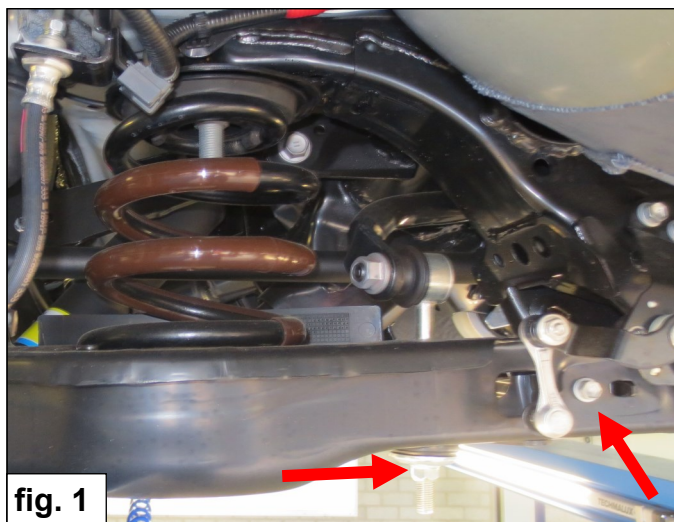

fig. 1
2. Demontieren Sie die Befestigung der Stabilisator Stange zu den Tragarm und wenn vorhanden, die Halterung des Sensors auf der linken Tragarm. Siehe Abb. 1.
2. Détachez les fixations de la barre antirollis des bras de suspension et quand il est présent le support de capteur sur le bras de support. Voir fig. 1.
2. Demontera fästet mellan stabilisator staget och bärmarmen och när den är närvarande sensorns support på vänstra stödmarmen. Se fig. 1.